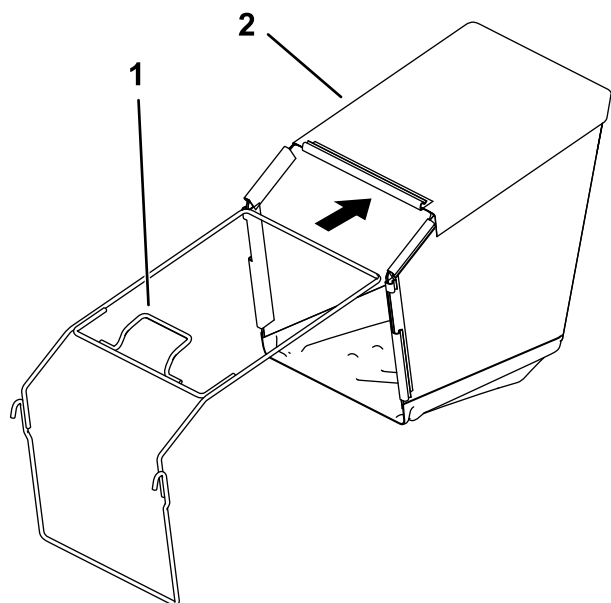

図 6
2. 集草バッグ内部にフレームをセットするハンドルを集草バッグの上にあること図 6。